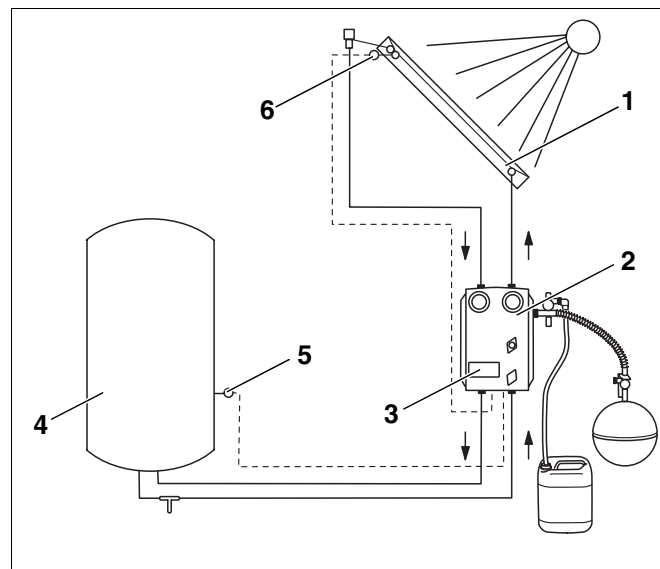

Abb. 1 Schema einer Solaranlage
- Kollektorfeld (Abb. 1, **Pos. 1**).
- Komplettstation (Abb. 1, **Pos. 2**)
- Solarspeicher (Abb. 1, **Pos. 4**)
Wenn die eingestellte Temperaturdifferenz zwischen Kollektorfeld (Abb. 1, **Pos. 6**) und Solarspeicher (Abb. 1, **Pos. 5** – unten) überschritten wird, wird die Umwälzpumpe eingeschaltet.
Die Umwälzpumpe transportiert das Wärmeträgermedium im Kreislauf durch das Kollektorfeld (Abb. 1, **Pos. 1**) zum Verbraucher. In der Regel ist dies ein Solarspeicher (Abb. 1, **Pos. 3**). Im Solarspeicher befindet sich ein Wärmetauscher, der die solar gewonnene Wärme vom Wärmeträgermedium auf das Trink- oder Heizungswasser überträgt.